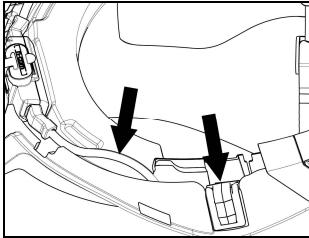

Abb. 12
- Bringen Sie das Kabel im Helminneren an und positionieren Sie den rechten Befestigungsclip in dem dafür vorgesehenen Bereich (Abb. 12).